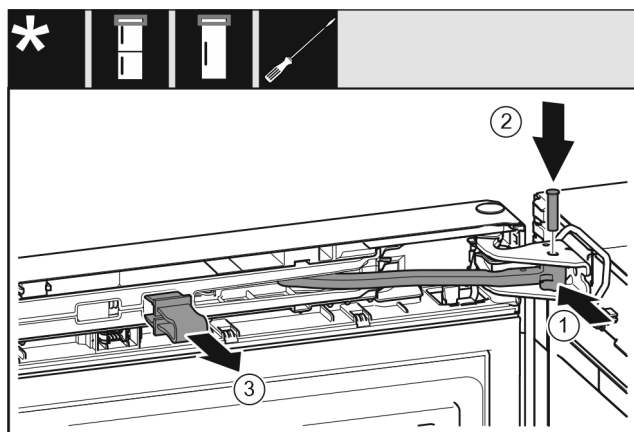

Fig. 61
- ▶ Forgassa a csapágybakba a csuklót Fig. 61 (1).
- ▶ Helyezze be a csapszeget Fig. 61 (2) a csapágybakba és a csuklóba. Közben ügyeljen arra, hogy a reteszelő bütyök megfelelően illeszkedjen a horonyba.
- ▶ Vegye le a biztosítékot Fig. 61 (3).